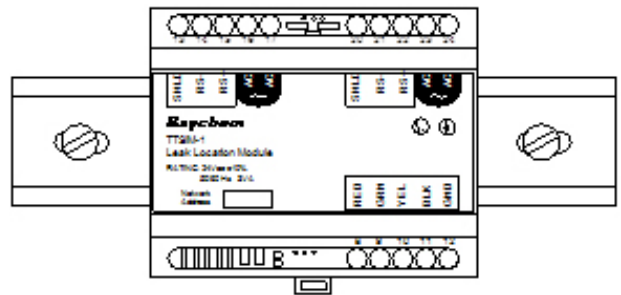

Figure 1. Montage sur rail DIN
- Remarque – En position normale, le module présente deux borniers en haut et un seul en bas (voir figure 1).